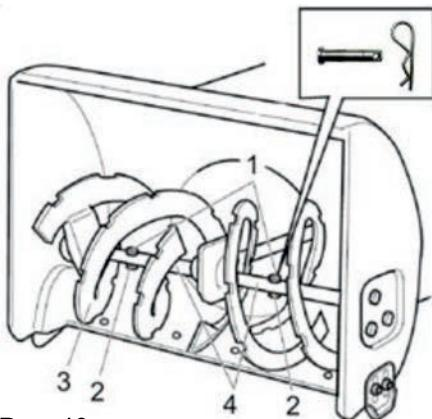

Рис. 40
11.10. ЗАМЕНА СРЕЗНЫХ ПАЛЬЦЕВ ШНЕКА (Рис. 40)